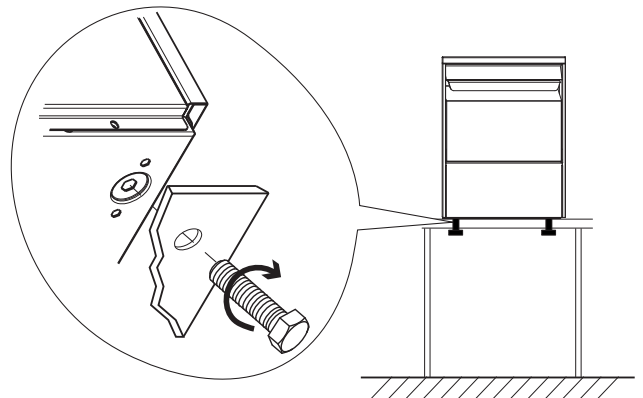

Fig. 8
- Placera diskmaskinen på bänkskivan och centrera de borrade hålen med sätana där maskinens fötter satt - i botten på apparaten (Fig. 8).